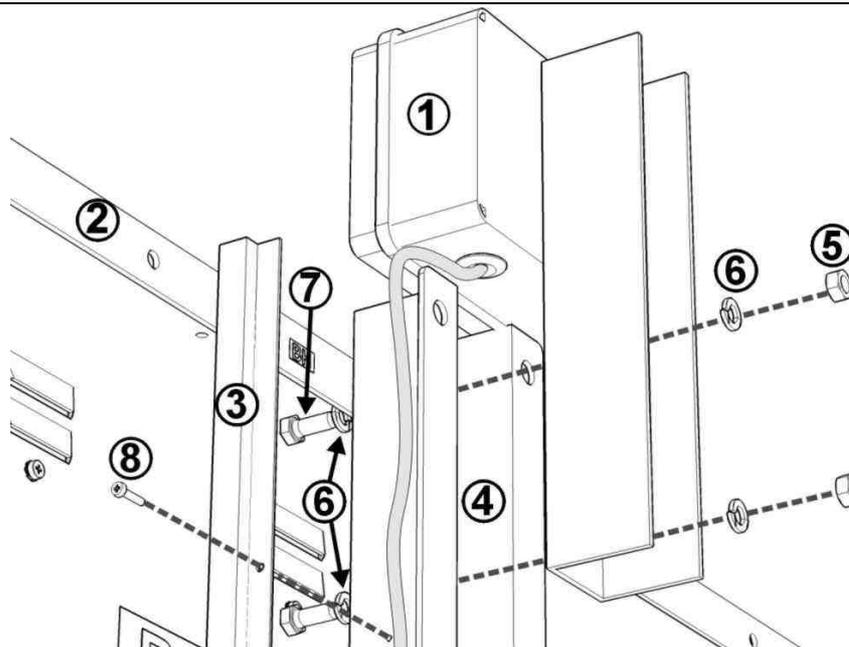

Fig. 3: Detalle de montaje
1. Quitar la tuerca y la arandela del tornillo **M8x20** de arriba del perfil en 'Ω' vertical montado en la parte derecha del tablero (Fig. 3).
2. Alinear el soporte del Receptor con los dos agujeros del perfil en 'Ω', como se ilustra en la Fig. 3, y fijarlo con los tornillos **M8x20** y sus correspondientes arandelas y tuercas.
3. Montar la canaleta porta cables sobre el perfil en 'Ω' del marcador, como se puede ver en la Fig. 3.